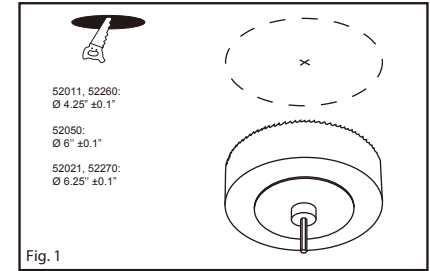

Fig. 1
1. Use the hole size template included in box to drill the hole in ceiling. Prepare supply wires: Install and unshield the line feed cable 6" (15cm) and strip wires 5/8" (1.6cm). (Fig.1)
1. Utilisez le gabarit de taille de trou inclus dans la boîte pour percer le trou dans le plafond. Préparez les fils d'alimentation. Installer et dégainer le fil du secteur de 6 po (15 cm) et dénuder les fils de 5/8 po (1.6 cm). (Fig. 1)